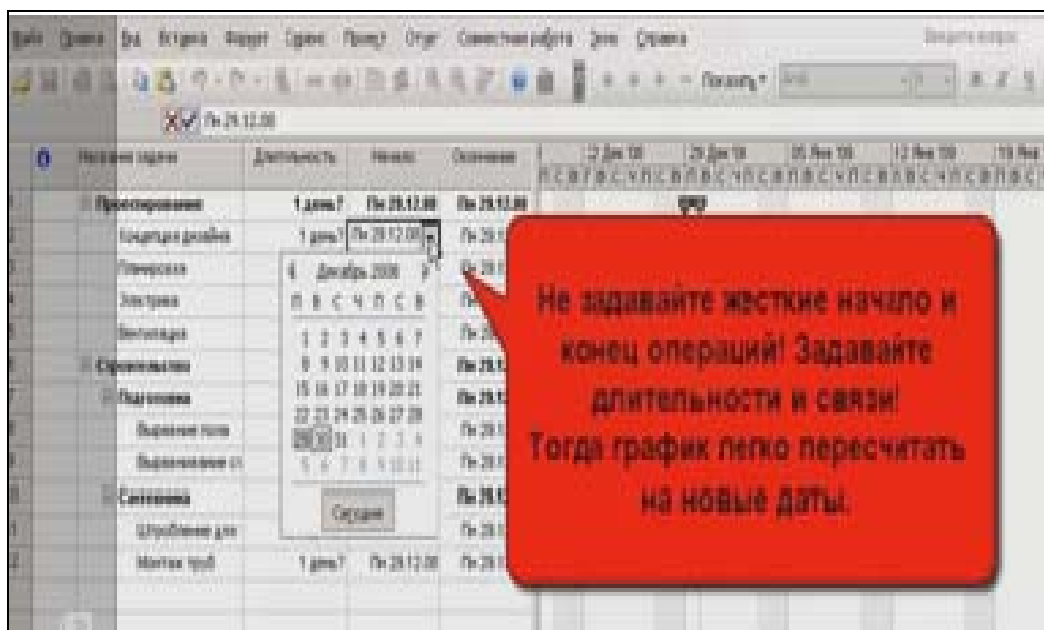

Рисунок 5 – Использование календаря для указания фиксированной даты
**• Не допускайте ошибки, указывая даты (т.е. фиксированные сроки начала и окончания операции) для конкретной задачи по календарю** (см. рис. 5).